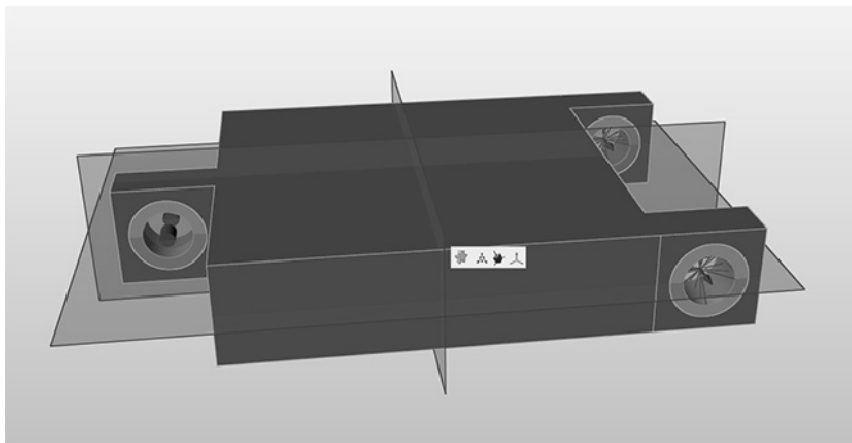

图 5-29
- 3) 单击模型视窗中的 **Bracket** 将其选中, 此时出现 3 个红色的对称平面, 如图 5-29 所示。